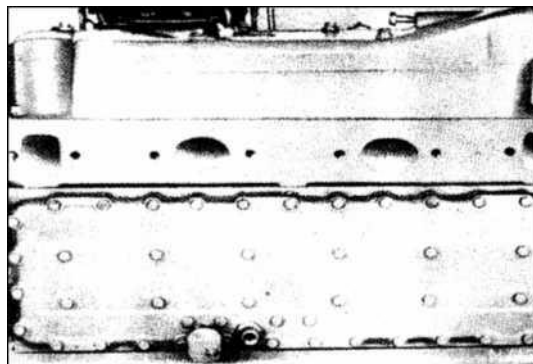

РИС. 3
8) Открутите все болты, крепящие теплообменник к блоку цилиндров и снимите теплообменник. Не откручивайте 12 болтов в центре теплообменника, так как они крепят только две половинки радиатора вместе (см. рис.3).